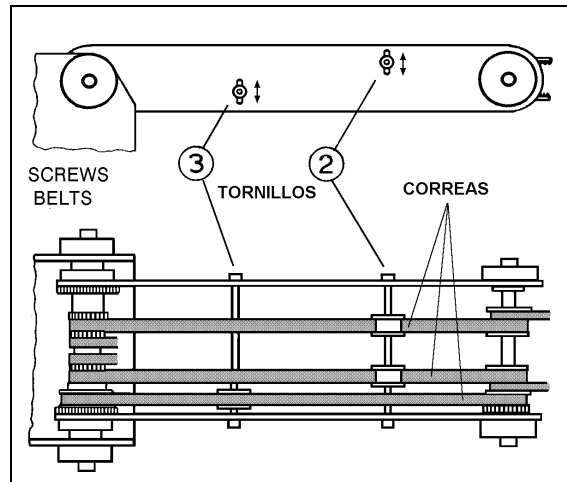

Figura 17: Ajuste de correas del brazo
- La Figura 17 muestra como apretar las correas en el brazo superior que mueven los ejes de la pinza (2), y la correa que mueve el eje de codo (3).